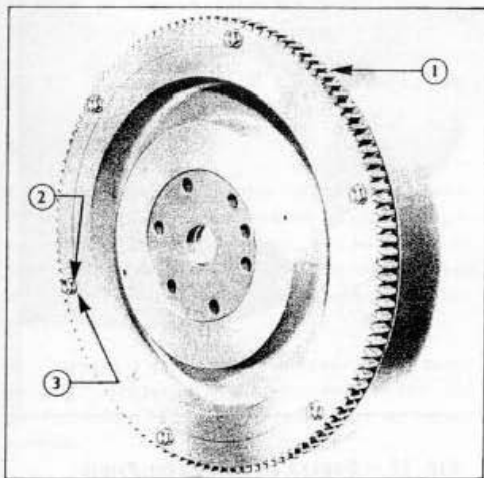

Fig. 18 = Volant moteur et Couronne
3. Monter une couronne neuve, le biseau des dents étant tourné vers l'avant; la fixer à l'aide de 6 vis noyées avec leurs rondelles grower (Fig. 18).